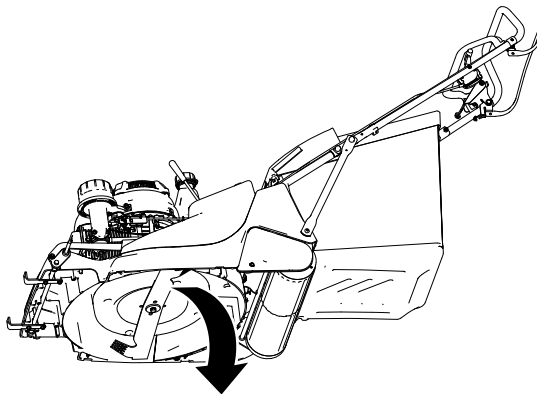

Рисунок 9
- Осторожно опустите машину (Рисунок 9).